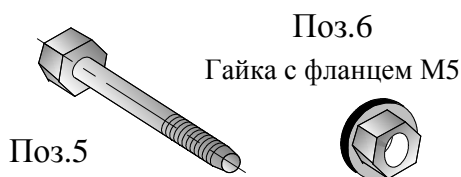

Рис.2
- SGR рамы определенной высоты и глубины (из номенклатурного ряда (рис.2)-две рамы на односекционный стеллаж;
2.4.1 Комплектация рам всех штатных типоразмеров, шт (рис.2)